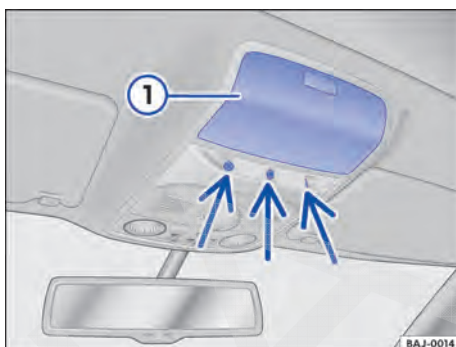

Fig. 33 No console do teto: sensores do monitoramento do interior do veículo no porta-objetos.
Em caso de sensores na parte inferior do porta-objetos, se necessário, fechar o porta-objetos ⇒ Fig. 33 ① no console do teto, pois, do contrário, a função de monitoramento do interior do veículo (seta) não estará assegurada sem restrições.